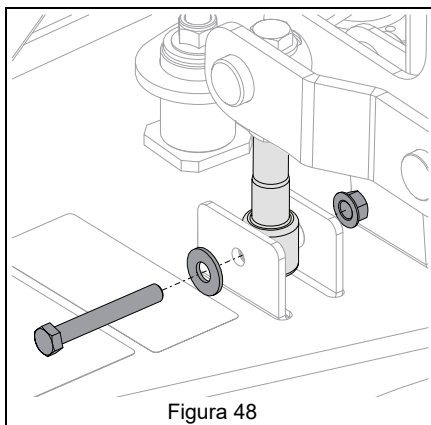

Figura 48
7. Rimuovere la bulloneria che fissa i tiranti di sollevamento dell'apparato di taglio sulle staffe di sollevamento. Vedere Figura 48.